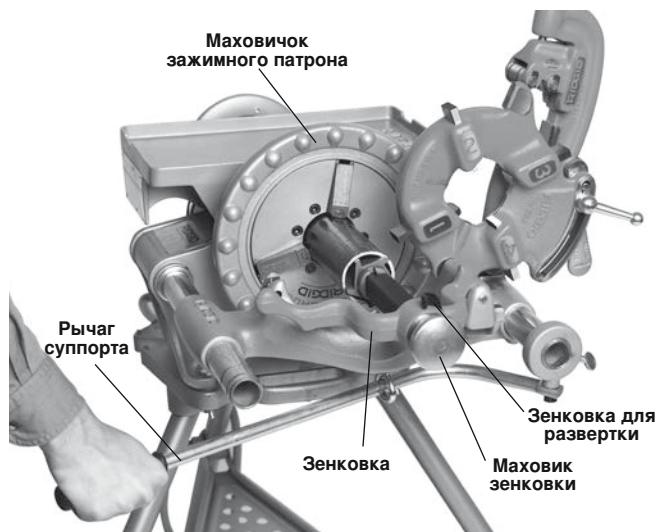

Рис. 22 — Зенкование с использованием зенковки мод. № 341
2. Выдвиньте зенковку, нажав на защелку и двигая ручку по направлению к трубе, пока защелка не зацепится за конец стержня (Рис. 22).